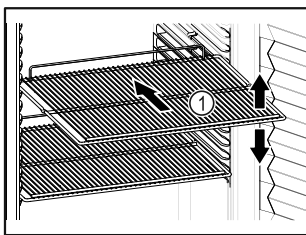

Fig. 59 Példaként szolgáló ábrázolás
- Ha a tároló rácsok Fig. 59 (1) áthelyezhetők, akkor igazítsa be őket a kívánt magasságnak megfelelően.